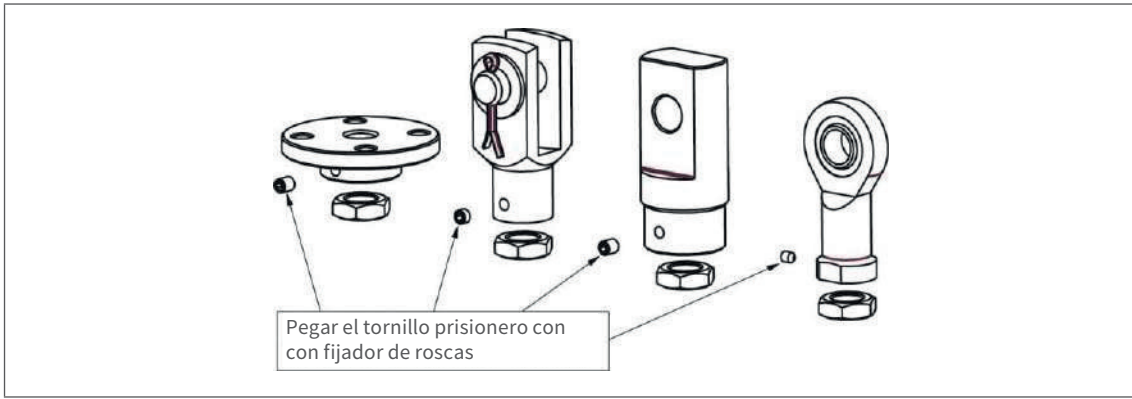

Fig. 9: Fijar la brida, la horquilla, el cojinete giratorio y la cabeza de rótula después de ajustar la posición.
3. Coloque los tornillos para las tallas 50, 100 y 150 de las series ZE y Z en los agujeros oblongos utilizando arandelas (por ejemplo, según DIN 1441). Monte la el accesorio correspondiente para la cabeza del husillo (véase la fig. 9), fije los tornillos prisioneros con fijador de roscas (p. ej. Loctite), monte la contratuerca (hasta la talla 100).